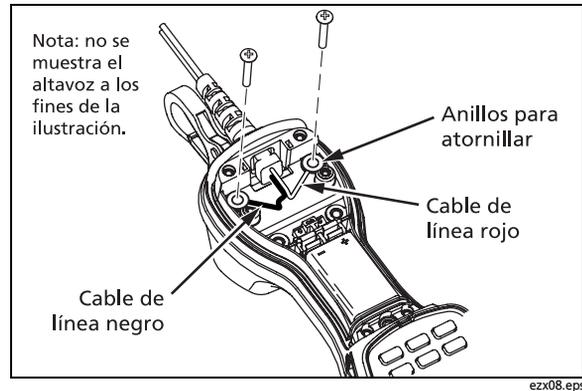

Figura 8. Desmontaje e instalación de los anillos para atornillar del cable de línea
- 6 Deslice los anillos para atornillar del cable de línea (Figura 8) hacia afuera por el orificio situado en el extremo del gabinete.
- 2 Ajuste el anillo del cable rojo al tablero de circuitos impreso (hilo de recepción) con un tornillo y una arandela (Figura 8).
- 3 Ajuste el anillo del cable negro al tablero de circuitos impreso (hilo de transmisión) con un tornillo y una arandela (Figura 8).